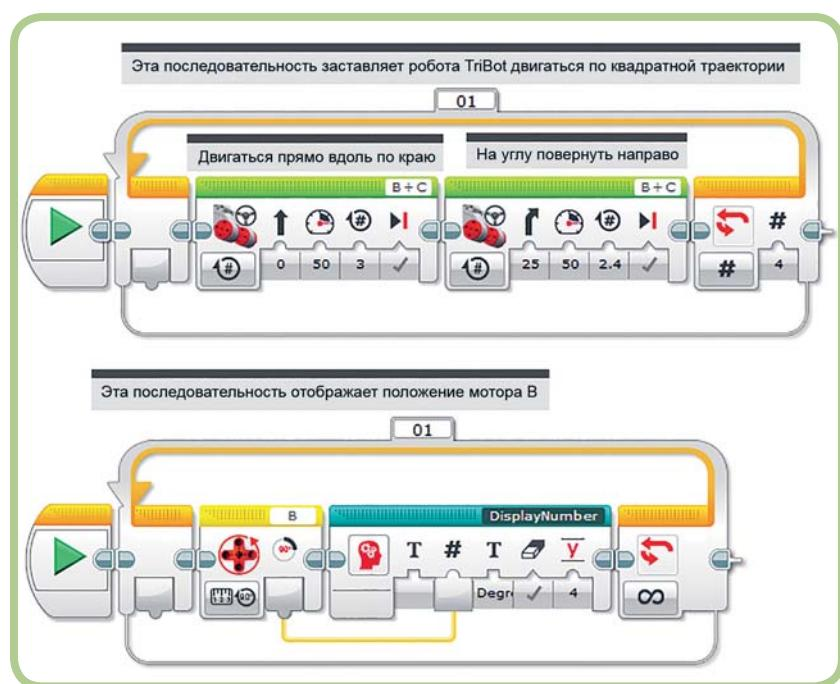

Рис. 18.1. Отображение положения мотора при перемещении по квадратной траектории
Один из способов применения в своей программе нескольких последовательностей заключается в добавлении еще одного блока **Начало** (Start). Например, на рис. 18.1 показана версия программы *AroundTheBlock* (см. гл. 4), в которой используются две последовательности. Эти *параллельные последовательности* выполняются одновременно. Последовательность в верхней части изображения заставляет робота TriBot двигаться по квадратной траектории, а последовательность в нижней части изображения отображает положение мотора. После завершения программы будет показано количество оборотов мотора В. Ты можешь
4. Добавь блоки, показанные в нижней части рис. 18.1. В качестве единиц измерения установи значение **Градусы** (Degrees).